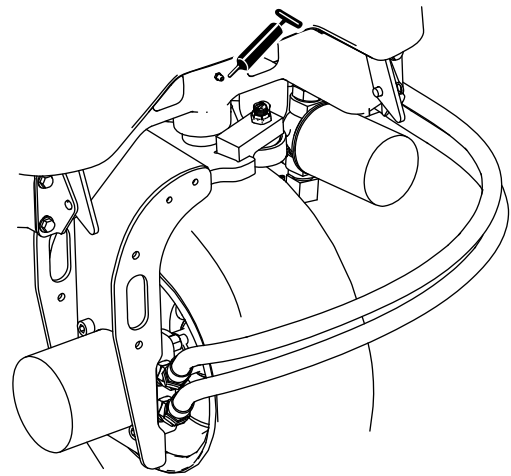

Figura 36
- Pivote de dirección (Figura 36)